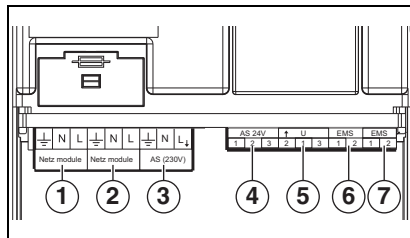
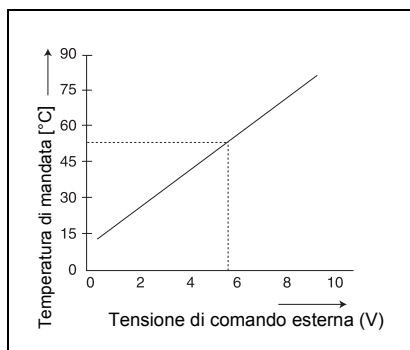

Fig. 2 Morsetteria per i collegamenti
Fig. 3 Diagramma 0-10 V
- a) Morsetto AS 24 V (→ fig. 2, [4]), si tratta di un contatto a potenziale zero per segnali a bassa tensione fino a 24 V. Questo segnale di allarme può essere letto p.e. da un sistema di amministrazione degli stabili.
- b) Morsetto AS 230 V (→ fig. 2, [3]), per comandare p.e. un segnale acustico o un indicatore luminoso di allarme. In caso di guasto questa connessione ha una tensione di 230 VAC.
Con l'aiuto di un segnale 0-10 VDC (→ fig. 2, [5]) è possibile creare un segnale di comando in base alla temperatura di mandata o alla potenza (→ fig. 3).
Questa tipo di regolazione viene attivato cavallottando i pin 1 e 3 (→ fig. 2, [5] e schema a pag. 46).